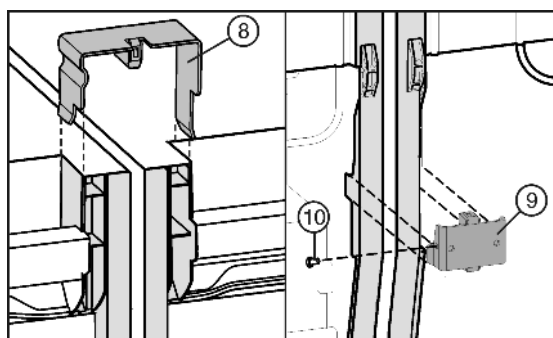

Fig. 7
- ▶ Povezovalne sponke Fig. 7 (8) natakните zgoraj na sredinske stranske stene.
- ▶ Povezovalni kotnik Fig. 7 (9) spodaj vstavite v ustrezno vdolbino.
- ▶ Če je povezovalni kotnik nameščen ohlapno, namestite vijak Fig. 7 (10).